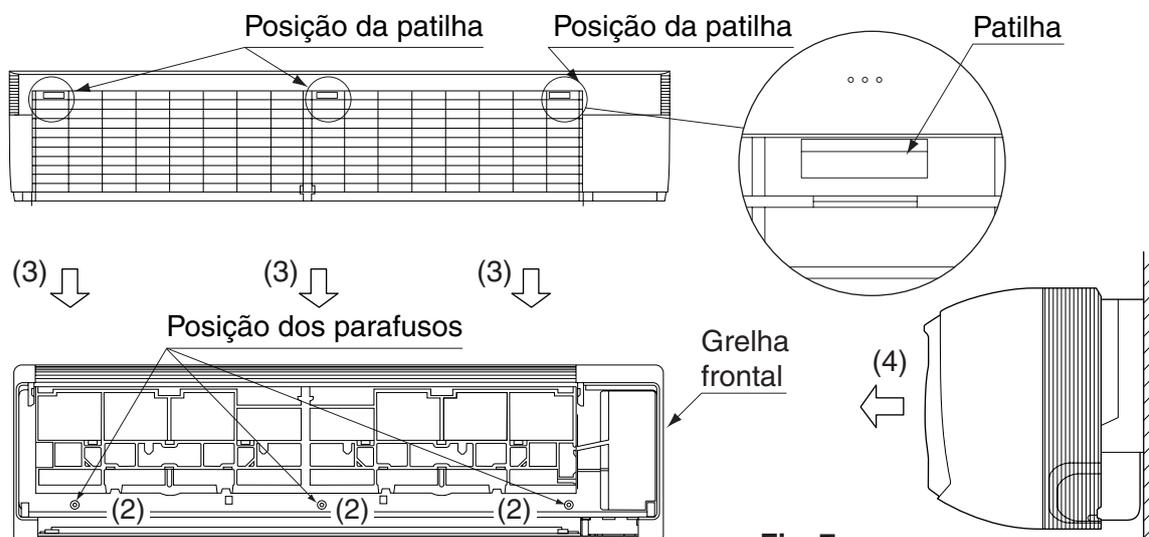
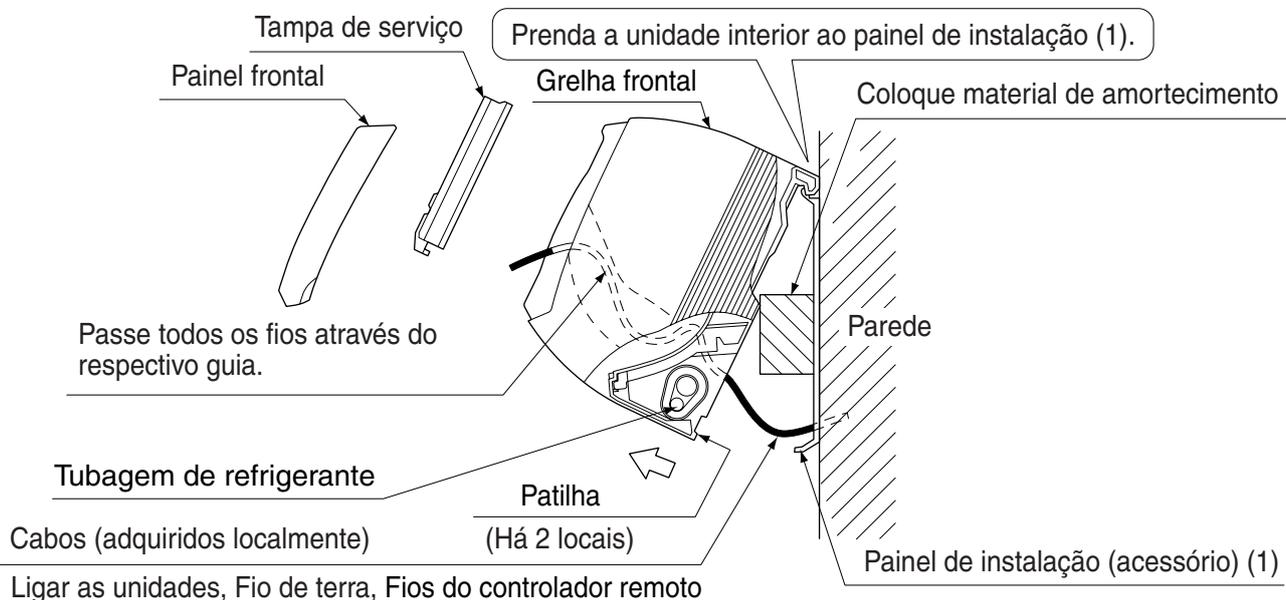

Fig. 7
Fig. 9
- Retire a grelha frontal. (Consulte a Fig. 7)
(6) Prenda a unidade interior ao painel de instalação. (Consulte a Fig. 9)
(9) Prima ambas as arestas inferiores da unidade interior com as duas mãos e prenda a patilha na traseira da unidade interior ao painel de instalação (1). (Consulte a Fig. 9)
- Agora, retire o material de amortecimento colocado no passo (6).